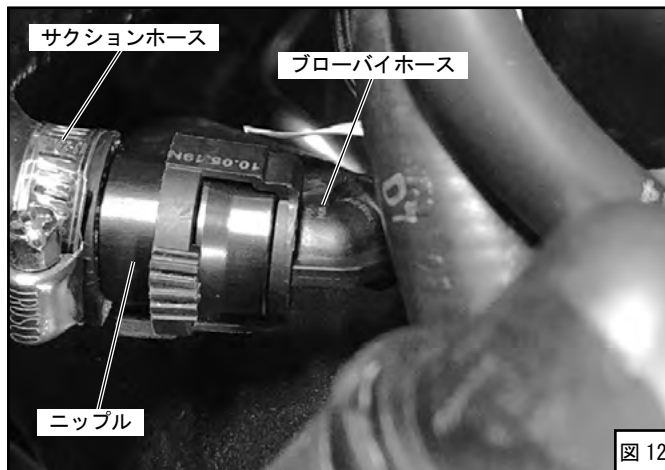

図 12
(7) ブローパイホースを接続してください。(図11、図12)